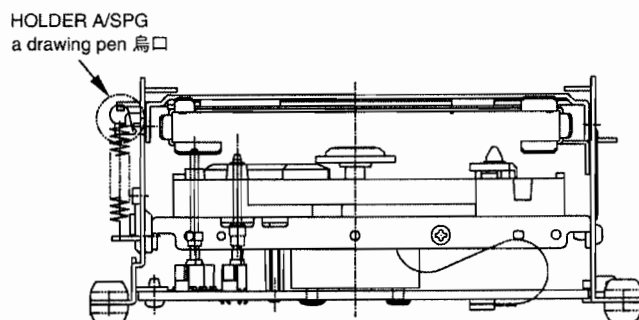
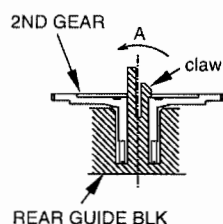
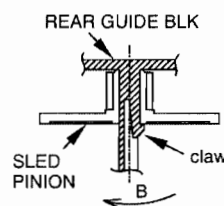

Fig. 3-2
Fig. 3-3
Fig. 3-4
- Reinstall the HOLDER A/SPG ④④ so that its drawing pen faces inward. (Fig. 3-2)
- HOLDER A/SPG ④④ は、鳥口が内側に向くように取り付けること。(Fig. 3-2)
1. Remove the HOLDER STOPPER ⑤⑧ and STOPPER SPG ⑤⑦.
2. Press the claw of the REAR GUIDE BLK ⑫ toward A (Fig. 3-3) to remove the 2ND GEAR ⑧.
3. Remove the 1ST GEAR ⑨.
4. Press the claw of the REAR GUIDE BLK ⑫ toward B (Fig. 3-4) to remove the SLED PINION ⑦.
5. Unscrew the 2 screws ②③ and screw ②④ to remove the REAR GUIDE BLK ⑫.
6. Remove the SHAFT P/U ⑩ and SPINDLE STABILIZER ⑪.
7. Remove the P/U ASSY ⑩.
8. Unscrew the 3 screws ②② to remove the FRONT GUIDE BLK ⑬ and LOCATOR ⑭.
9. Remove the 2ND WORM ⑩⑥ and washer ⑤② to remove the LDG ASSY BLK ⑤ and BUSH ⑥⑥.
10. Remove the SLED MOTOR ASSY ② and LDG MTR ASSY ③.
11. Remove the SW LEVER SPG ②⑩.
12. Remove the SW LEVER ⑤.
1. HOLDER STOPPER ⑤⑧、STOPPER SPG ⑤⑦ を外す。
2. REAR GUIDE BLK ⑫ のツメを A 方向 (Fig. 3-3) に押して、2ND GEAR ⑧ を外す。
3. 1ST GEAR ⑨ を外す。
4. REAR GUIDE BLK ⑫ のツメを B 方向 (Fig. 3-4) に押して、SLED PINION ⑦ を外す。
5. ネジ ②③ 2本とネジ ②④ 1本を外し、REAR GUIDE BLK ⑫ を外す。
6. SHAFT P/U ⑩、SPINDLE STABILIZER ⑪ を外す。
7. P/U ASSY ⑩ を外す。
8. ネジ ②② 3本を外し、FRONT GUIDE BLK ⑬ と LOCATOR ⑭ を外す。
9. 2ND WORM ⑩⑥、ワッシャー ⑤② を外し、LDG ASSY BLK ⑤ と BUSH ⑥⑥ を外す。
10. SLED MOTOR ASSY ② と LDG MTR ASSY ③ を外す。
11. SW LEVER SPG ②⑩ を外す。
12. SW LEVER ⑤ を外す。